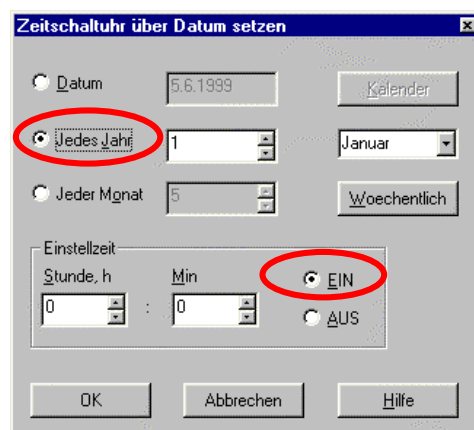
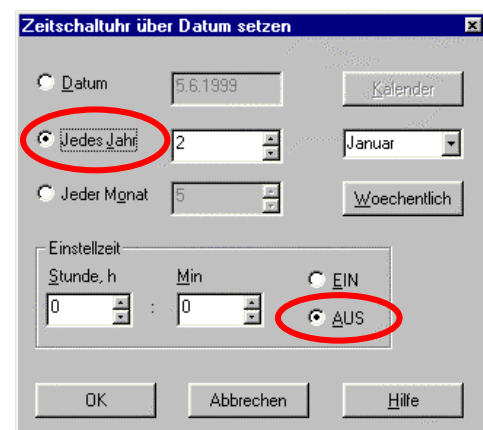

Abb. 1.50 – Beginn Feiertag
Abb. 1.51 – Ende Feiertag
Alle noch zu programmierenden freien Tage sind auf die gleiche Weise einzugeben. Feiertage, die jedes Jahr auf das gleiche Datum fallen, können mit Hilfe der Option **Jedes Jahr** im Dialogfeld **Zeitschaltuhr über Datum setzen** (Abb. 1.50 und 1.51) eingegeben werden.
16. So wird das Signal z. B. am 1. Januar um 0:00 Uhr aktiviert (Abb. 1.50) und am 2. Januar um 0:00 Uhr deaktiviert (Abb. 1.51).